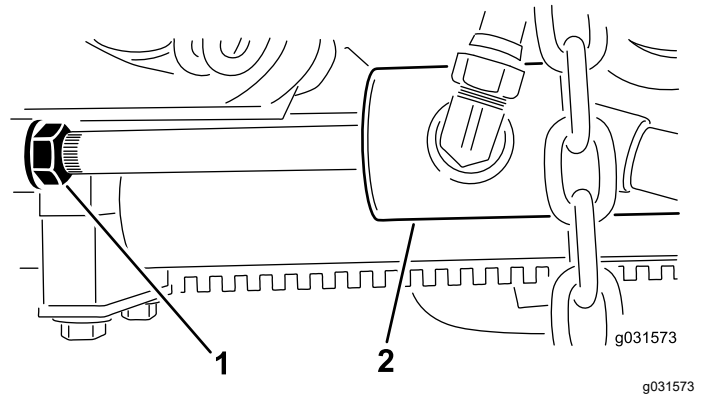

Bild 15
- B. Drehen Sie die die Klemmmutter am Zylinder heraus (Bild 15).